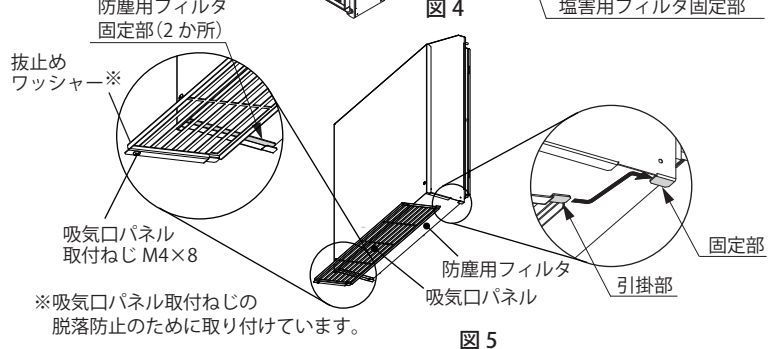

図5
1. 吸気口パネル取付ねじM4×8(2か所)をゆるめ、吸気口パネルを取り外してください。(図5)